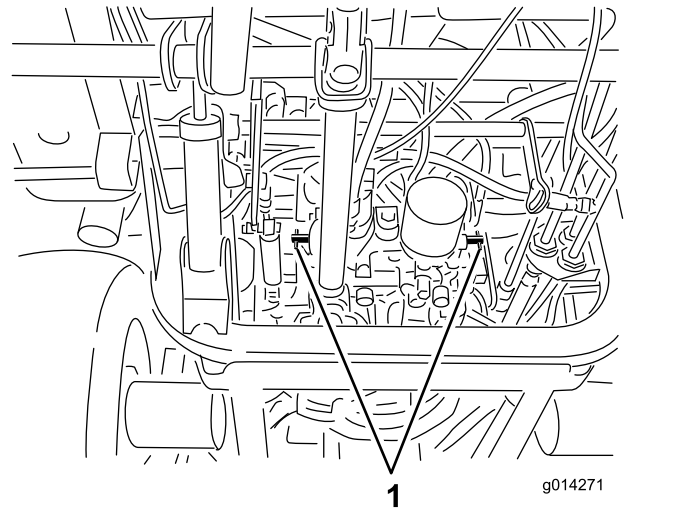

图25
3. 将各个旁通阀分别逆时针旋转 1 圈（图25）。
1. 将各个旁通阀分别顺时针旋转 1 圈，并用手拧紧（图25）。
2. 如图25所示，上紧阀门扭矩至约 8N·m。